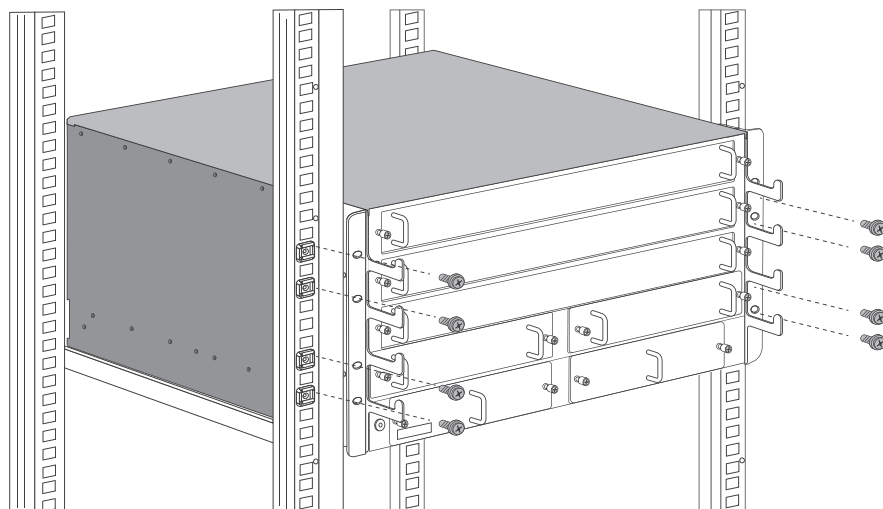

图2-4 机架安装示意图
- 6. 用螺钉将角铁固定在机架两端固定的导槽上，确保交换机稳定、水平地安装在机架上，如图2-4所示。